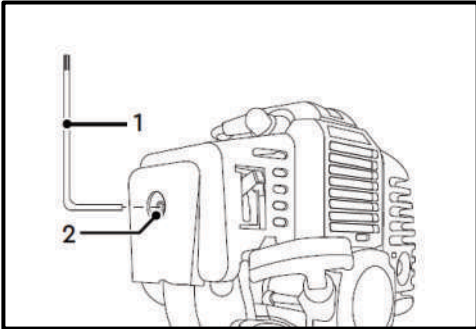

Рис. 54
- Відвинтіть ключем (1) (4 мм) гвинт (2) фіксації кришки повітряного фільтра (Рис. 54);
- Загвинтіть ключем (1) (4 мм) гвинт (2) фіксації кришки повітряного фільтра (Рис. 54).